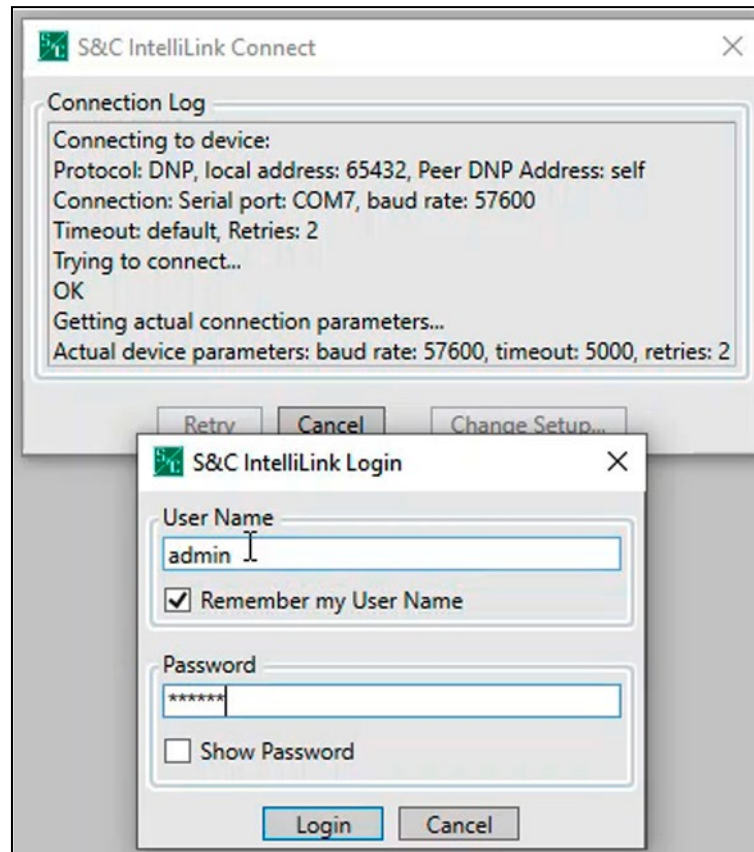

Figura 126. La ventana de diálogo de Inicio de Sesión de IntelliLink.
**PASO 4.** Cuando se le solicite, introduzca “admin” como nombre de usuario e introduzca la contraseña Admin en el campo **Contraseña**. Ver Figura 126.